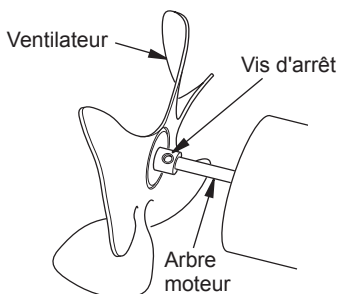

Figure 8 - Emplacement du ventilateur, de l'arbre moteur et des vis d'arrêt
12. Remplacez le ventilateur sur l'arbre moteur. Assurez-vous que la vis d'arrêt est vis-à-vis la surface plane de l'arbre du moteur (voir figure 8).
- 4 Remplacez le ventilateur sur l'arbre moteur. Assurez-vous que la vis d'arrêt touche l'arrière de la surface plane de l'arbre du moteur (voir figure 8).